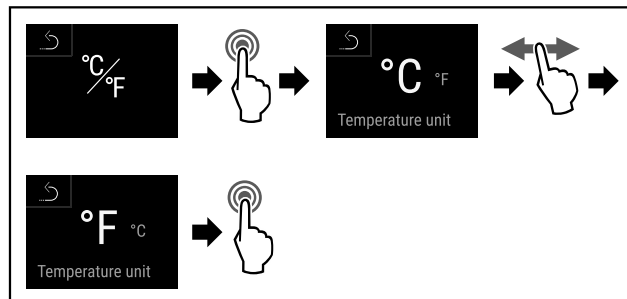

Fig. 109
- Stappen (zie Fig. 109) uitvoeren.